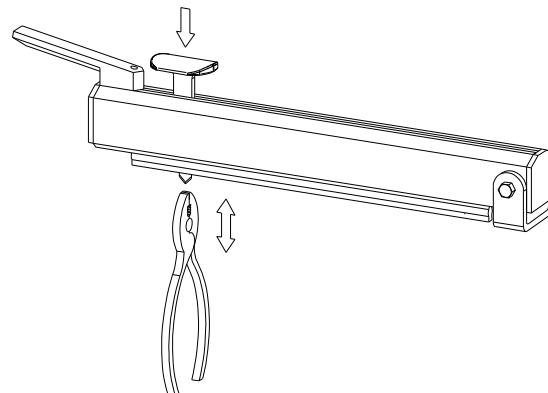

Fig2
- Ist das Messer stumpf oder beschädigt, so kann man durch eindrücken des Messerschlittens das Messer aus der Halterung mit einer Zange entnehmen und ein neues Messer einsetzen (fig. 2).
5. Cuando la cuchilla está rota o deteriorada, se puede, apretando el botón rojo en la parte superior del brazo, sacar la cuchilla con unas pinzas y se sustituye por otra cuchilla (fig. 2).
5. Si le couteau est usé ou abîmé, on peut l'extraire de son support en pressant le bouton et en même temps le tirant à l'aide d'une pince. Agir de façon similaire pour le remplacer (fig. 2).
5. La lamina usurata può essere sostituita semplicemente premendo il portalame, estraendo la vecchia lama e inserendone una nuova. E' consigliabile usare pinze (fig. 2).
5. Quando a lâmina deixar de cortar pode ser substituída, empurrando a lâmina para trás introduzindo depois uma nova (recomenda-se o uso de uma pinça fig. 2).
5. Når kniven er slidt eller knækket kan denne udskiftes ved at trykke knivholderen ned, hive kniven ud og sætte en ny. Det kan anbefales evt. at benytte en fladtang. (fig 2).
5. Förslitning avskärning - Ett slött knivblad utbytes genom att pressa ned den röda knivhållaren och dra ut knivbladet rakt ned (lämpligen med hjälp av en täng) och trycka in ett nytt emellan den fjädringsbelastade plåten i knivsläden (fig.2).
- En slitt kniv skiftes enkelt ved å trykke ned den røde knivholderen, dra ut den gamle kniven og skyv inn en ny. Kniven er meget skarp og det anbefales derfor å holde kniven med en tang (fig. 2).